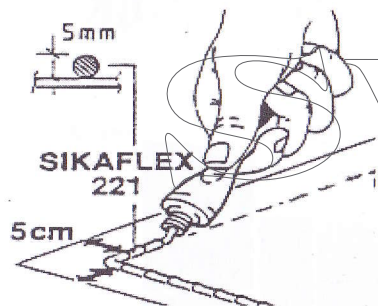

Fig. 1
1. Versare una linea di colla 5 cm. dentro l'area marcata (fig.1) della superficie dove il module. Deve essere montato. Aggiungere un punto di colla nel mezzo dell'area di montaggio.
1. Breng een ononderbroken lijmmaad aan op ongeveer 5cm binnen het afgetekende gebied waar het paneel vastgelijmd gaat worden. (Fig. 1). Breng tevens nog een ander verlijmingspunt aan, in het midden van het zonnepaneel.